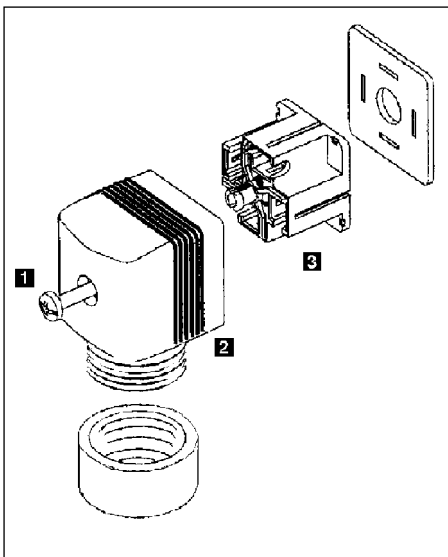

Fig. 3.2 Stecker Typ 2508 Zusammenbau
Leitungsdose nach DIN43650 mit PG9-Verschraubung, Leitungsquerschnitt bis max. 1.5 mm², Schutzart IP65 (siehe Fig. 3.2).
1. Zum Öffnen des Steckers, Schraube 1 und 2 herausdrehen (Fig. 3.2).